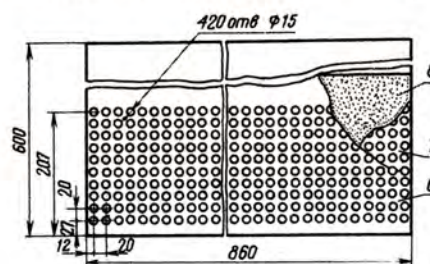

Рис. 1
Громкоговоритель, практически лишенный этих недостатков, можно построить на базе нескольких, более доступных радиолюбителям широкополосных головок средней мощности. Устройство такого громкоговорителя и чертежи некоторых его деталей приведены на рис. 1. Он представляет собой ящик, склеенный из 10 мм фанеры, на передней стенке 5 которого (древесно-стружечная плита толщиной 20 мм), закреплены шесть динамических головок 4ГД-4 (10). Внутри ящик разделен на два одинаковых отсека перегородкой, состоящей из двух фанерных листов (6 и 7) толщиной 4 мм. Нижняя (по рисунку) часть перегородки со сквозными отверстиями диаметром 15 мм и хлопчатобумажной тканью 8, закрывающей их, выполняет роль панели акустического сопротивления (ткань в натянутом состоянии закреплена между половинками перегородки). Внутренняя поверхность отсека головок оклеена поролоном толщиной 20 мм, а весь ящик снаружи (кроме панели 5, которая обтянута декоративной тканью) — дерматином. Второй отсек ящика, снабженный закрывающейся крышкой 2, служит для размещения усилителя НЧ и соединительных кабелей